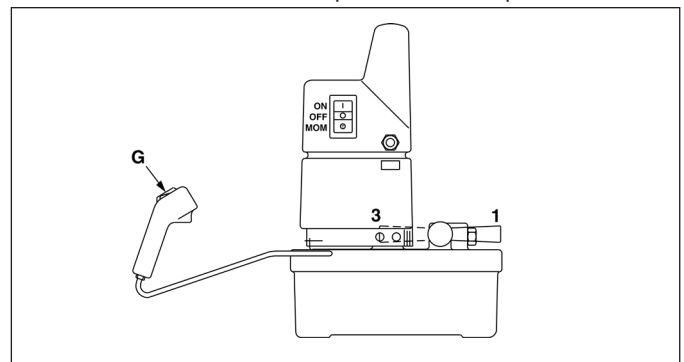

Figura 7
5.1 Chave de Operação (Figura 7)